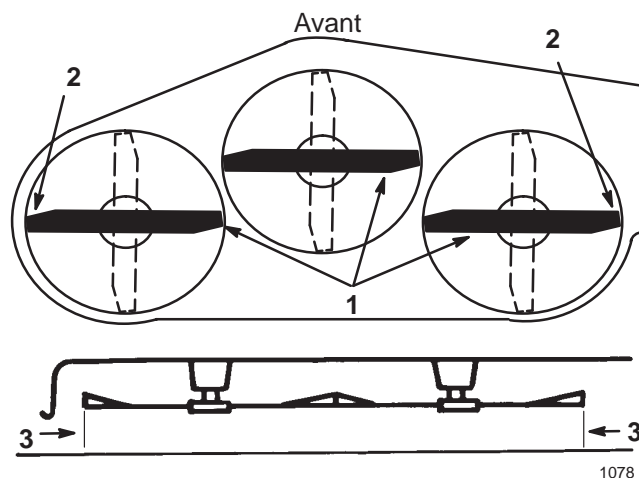

Figure 38
4. Tournez prudemment les lames pour qu'elles soient parallèles dans le sens transversal (Fig. 38). Mesurez la distance entre les tranchants extérieurs et le sol plat (Fig. 38). Si les deux mesures diffèrent de plus de 4,75 mm (3/16"), l'horizontalité transversale doit être réglée (voir les points 5 et 6).